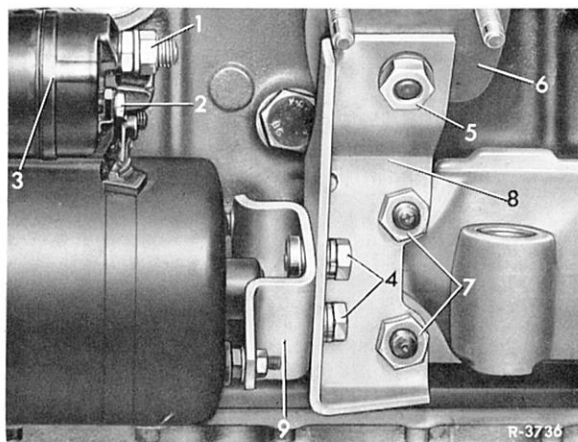

Bild 15-1/1
3 Muttern (5 und 7) sowie beide Schrauben (4) abschrauben und Halter (8) abnehmen (Bild 15-1/1).